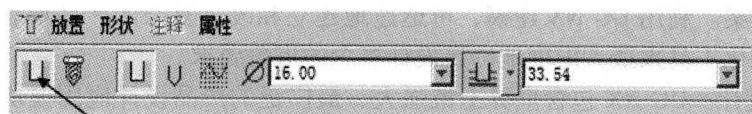

图 1-22 加工孔工具框
- 1) 单击 孔工具，系统弹出加工孔工具框（图 1-22），默认状态为直孔。